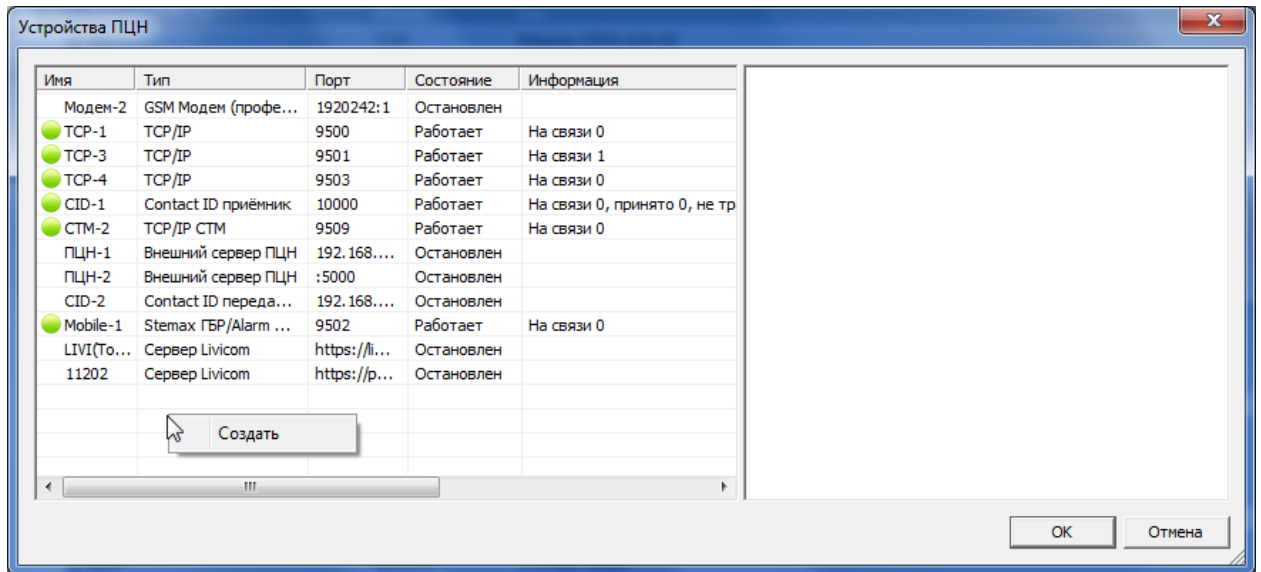

Рис. 11.1. Окно *Устройства ПЦН*
- В открывшемся окне *Устройства ПЦН* щелкните правой кнопкой мыши по свободному месту и в контекстном меню выберите *Создать* (Рис. 11.1).